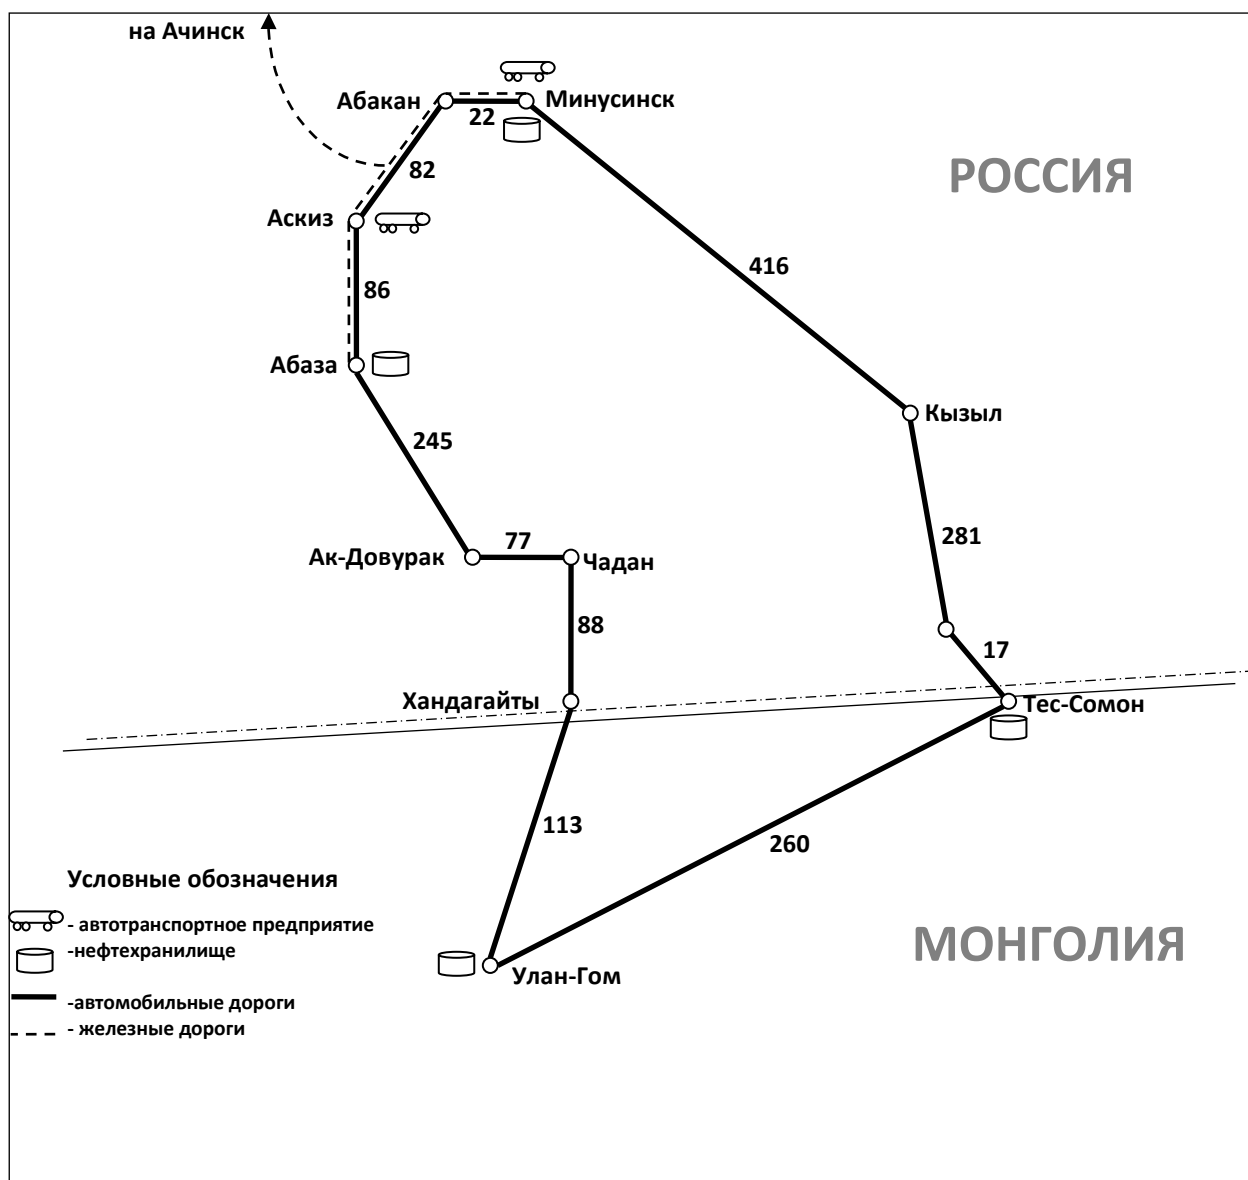

Рис. 1 Схема расположения дорог, транспортных предприятий, нефтебаз
Сеть железных и автомобильных дорог в регионе, схема расположения транспортных предприятий, перевалочных нефтебаз и нефтебаз получателя представлена на рис.1. Числами на схеме указаны расстояния между объектами, выраженные в километрах.
1. Пользуясь данными табл. 2, значениями расстояний указанных на рис. 1, и общим объемом перевозок, рассчитать стоимость ($C_{тр}$) транспортировки нефтепродуктов по каждому из вариантов.